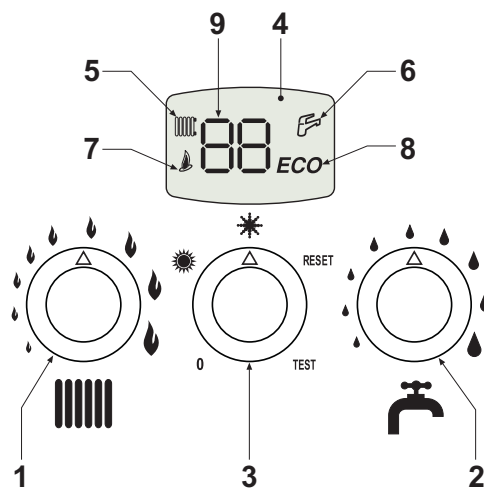
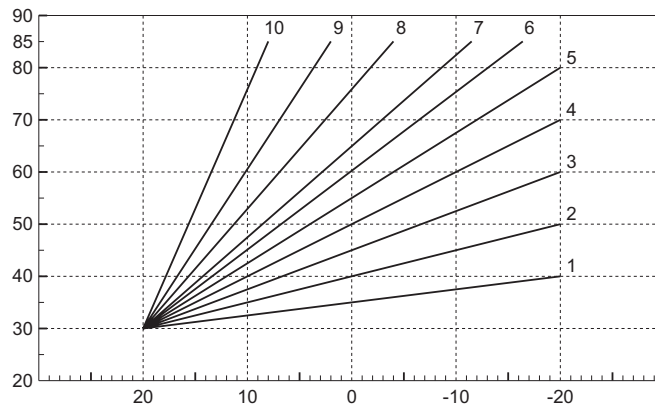
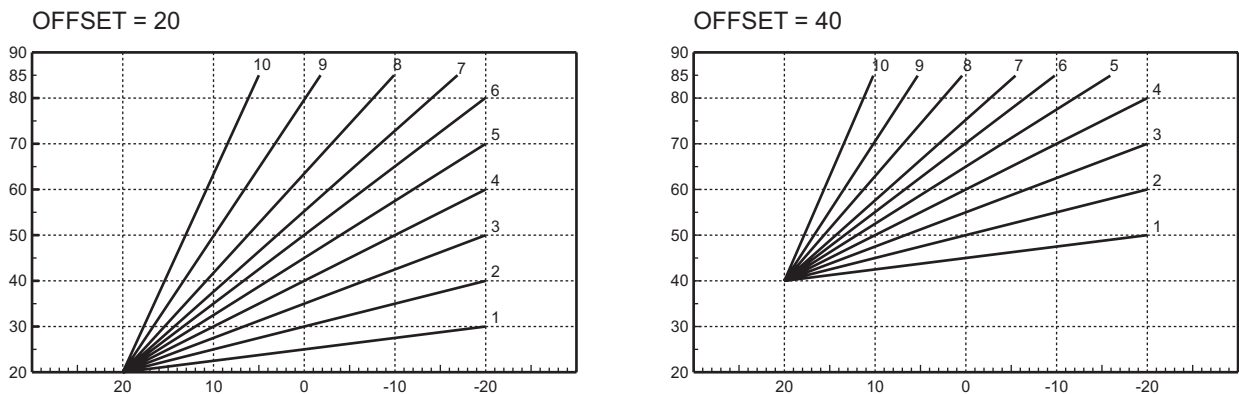

fig. 1 - Panel de control
fig. 13 - Curvas de compensación
fig. 14 - Ejemplo de desplazamiento paralelo de las curvas de compensación
La solicitud de calefacción (generada por el termostato ambiente o el reloj programador a distancia) se indica mediante el encendido del radiador (ref. 5 - fig. 1).
En la pantalla multifunción (ref. 9 - fig. 1) aparece la temperatura del sensor de la calefacción.
La solicitud de calentamiento acumulador es indicada mediante el encendido de la llave (ref. 6 - fig. 1).
En la pantalla multifunción (ref. 9 - fig. 1) se indica la temperatura del sensor del acumulador.
Cuando el calentador está activado (opción predeterminada) en la pantalla no aparece ningún símbolo, mientras que cuando está desactivado, en la pantalla aparece el símbolo ECO (ref. 8 - fig. 1).
El calentador puede ser desactivado por el usuario (modalidad ECO) disponiendo el selector (ref. 3 - fig. 1) en posición de RESET durante 2 segundos y, a continuación, en posición ❄️ (invierno) o bien ☀️ (verano). Para activar la modalidad CONFORT, situar nuevamente durante 2 segundos el selector (ref. 3 - fig. 1) en posición de RESET y a continuación en posición ❄️ (invierno) o bien ☀️ (verano).
Poner el selector (ref. 3 - fig. 1) en posición 0.
Para reencender la caldera, poner el selector (ref. 3 fig. 1) en la posición ❄️ (invierno) o bien ☀️ (verano).
Poner el selector (ref. 3 - fig. 1) en la posición ☀ (verano).
Para desactivar la modalidad Verano, poner el selector (ref. 3 - fig. 1) en posición ❄ (invierno).
Mediante el mando (1 - fig. 1), la temperatura se puede regular entre 30 °C y 85 °C; pero se aconseja no hacer funcionar la caldera a menos de 45 °C.
Operar con el mando del agua sanitaria (ref. 2 - fig. 1) para regular la temperatura entre un mínimo de 10 °C y un máximo de 65 °C.
Durante el funcionamiento con temperatura adaptable, la temperatura programada mediante el mando de la calefacción (ref. 1 - fig. 1) pasa a ser la temperatura máxima de envío de la instalación. Se aconseja definir el valor máximo para que la instalación pueda regular la temperatura en todo el campo útil de funcionamiento.
Poniendo el selector (ref. 3 - fig. 1) en posición RESET por 5 segundos y a continuación en posición ❄️ (invierno) o ☀️ (verano) se visualiza "CU".
Operar con el mando del agua sanitaria (ref. 2 - fig. 1) para regular la curva preferida entre 1 y 10 según la característica (fig. 13).
Poniendo el selector (ref. 3 - fig. 1) en posición RESET por 1 segundo y, a continuación, en posición ❄️ (invierno) o ☀️ (verano), se sale de la programación de la curva de compensación y se visualiza nuevamente "CU".
Girando en sentido horario el mando calefacción (ref. 1 - fig. 1) se visualiza "OF".
Operar con el mando del agua sanitaria (ref. 2 - fig. 1) para regular el desplazamiento de las curvas (fig. 14).
Poniendo el selector (ref. 3 - fig. 1) en posición RESET por 5 segundos y a continuación, en posición ❄ (invierno) o ☀ (verano) se sale de las modalidades de regulación curvas paralelas.